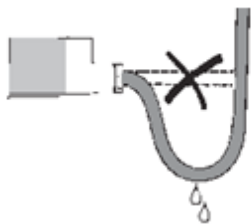

Рис.4.4.4.
- 4.4.4. Для предотвращения попадания влаги в штекер МВТ 5252 через кабельный ввод электрический кабель должен быть закреплен по всему диаметру и установлен так, как это показано на рис.4.4.4.